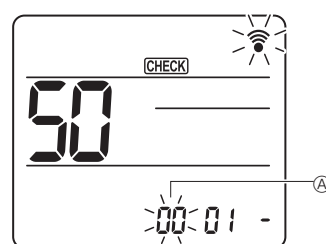

Fig. 6-17
Tryk på [00]-knappen for at indstille enhedsnummeret ①. (Fig. 6-17)